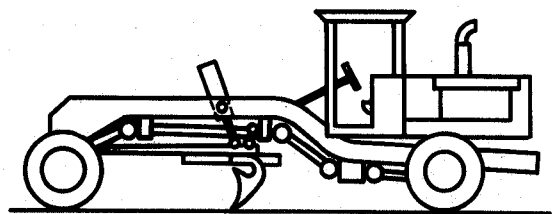

Figure 6 — Niveleuse à moteur arrière
5.1.3.2 Moteur arrière (voir figure 6)